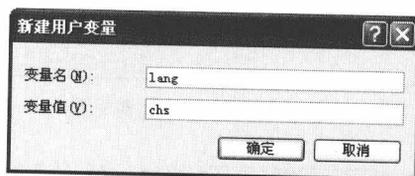

图 1-2 设置新建用户变量参数
- 02 在对话框中单击 按钮,弹出【新建用户变量】对话框,设置参数如图1-2所示。然后依次在【新建用户变量】对话框、【环境变量】对话框和【系统属性】对话框中单击 按钮,确定参数设置并退出对话框。